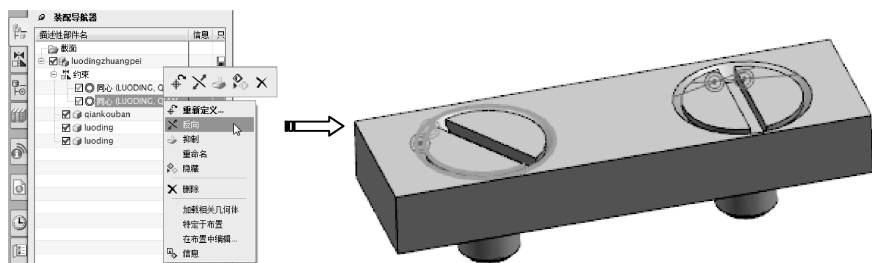

图 6-48 更改第1个螺钉的装配方向
- 09 第1个螺钉的装配方向是反向的，因此在装配导航器中，右键选中第1个螺钉的约束关系，然后选择右键菜单中【反向】命令，即可改变该螺钉的装配方向，如图6-48所示。